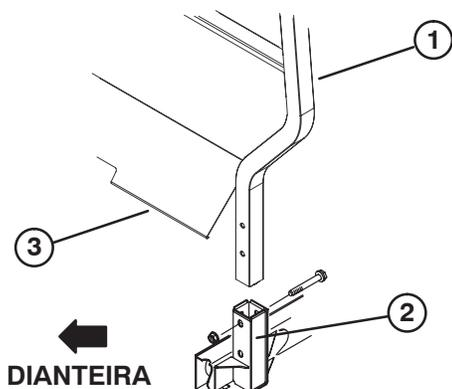

Figura 6
1. Introduza cada um dos lados do ROPS no suporte de montagem em ambos os lados do chassis do veículo, colocando o ROPS como indicado na figura 6.